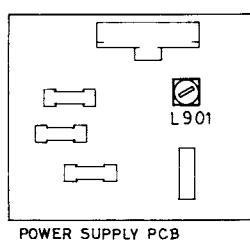

Fig. 3-a
- Brancher l'oscilloscope sur les bornes LINE OUT. Ajuster la bobine oscillante L901 de la plaquette d'alimentation jusqu'à ce que la perte de courant porteur de prémagnétisation soit réduite au minimum (régler l'oscilloscope sur 10 μ s). (Fig. 3-a.)
- Ajuster ensuite la bobine de filtrage L101 pour le canal de gauche (L102 pour le canal de droite) sur le circuit de reproduction jusqu'à ce que le courant de fuite soit réduit au minimum. (Fig. 3-b.)